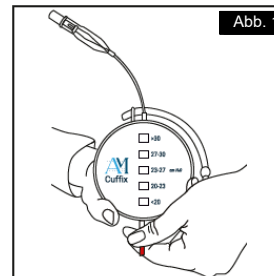

Abb. 1
2. Aktivieren Sie die Cuffix, indem Sie die Schutzfolie abziehen [Abbildung 1].